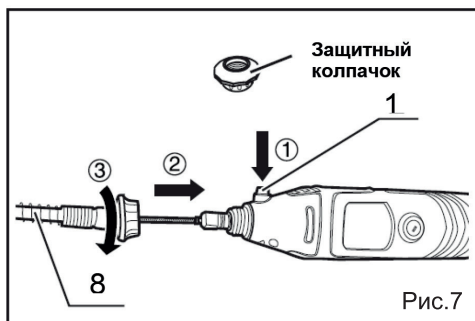

Рис.7
- 1.Открутите защитный колпачок (рис. 7) с инструмента.
- 3.Нажмите и удерживайте кнопку блокировки шпинделя (1).